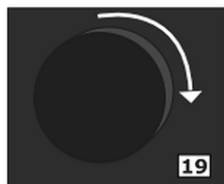

Fig. 23
2. Tourner le bouton de réglage rotatif (19, Fig. 23) jusqu'à ce que la phase de cuisson à modifier apparaisse.